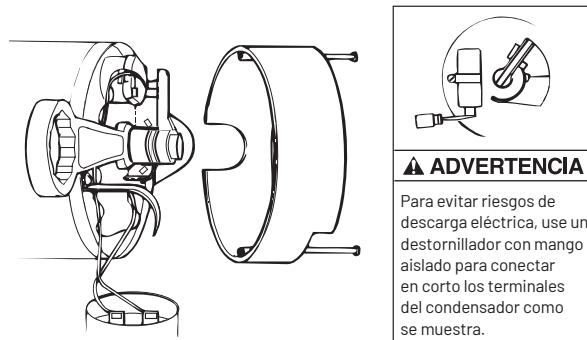

FIGURA 13 - SUJETE EL EJE
4. Si hay que cambiar el impulsor, afloje dos tornillos maquinados y quite la cubierta del motor (Figura 13).
5. **ADVERTENCIA EL VOLTAJE DEL CONDENSADOR PUEDE SER PELIGROSO.** Para descargar el condensador, sujeté el destornillador con mango aislado **POR EL MANGO** y conecte en corto los terminales del condensador (Figura 13). No toque la punta de metal del destornillador ni los terminales del condensador. En caso de duda, consulte con un electricista calificado.